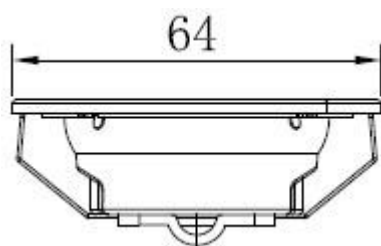
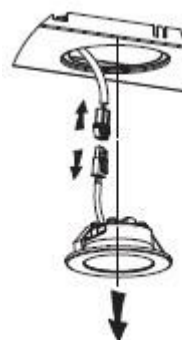

Imagen 1
Imagen 2
- Utilice una herramienta o la mano para presionar hacia el interior la lengüeta de resorte de ambos lados de la bombilla LED, hasta que salga la bombilla, véase la imagen 1. A continuación, tire ligeramente del cable de conexión de la bombilla y desmonte el terminal de este cable. Véase la imagen 2.